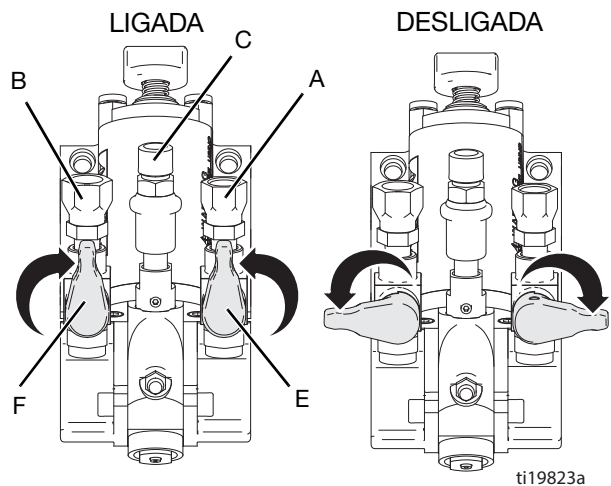

FIG. 3 Válvulas de material
2. Feche as duas válvulas do material (E, F), rodando-as para a posição desligada. Consulte a FIG. 3.